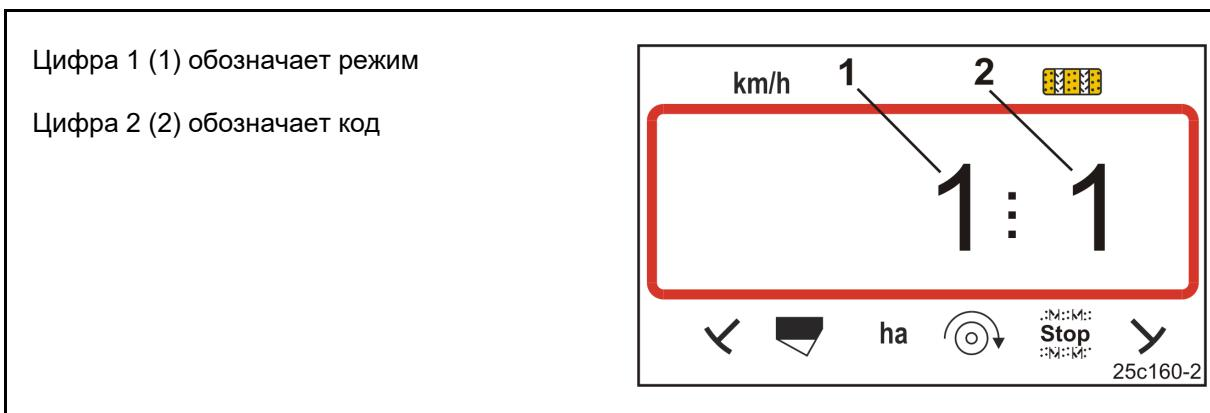

Рис. 20
Ввод данных машины на терминале управления необходимо осуществлять в закодированной форме (см. Рис. 20).
2. Нажимайте кнопку , пока на экране не появится нужный режим (Рис. 20/1).